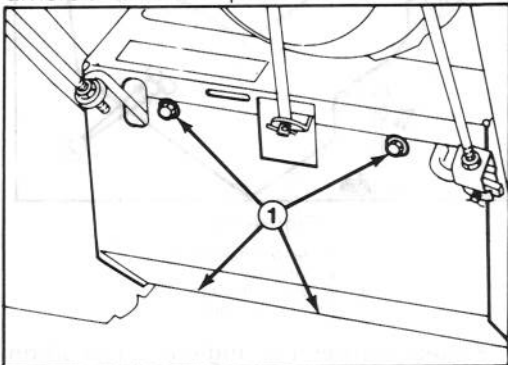

Figure 16
2. Faites basculer la déneigeuse sur son logement de tარიère et bloquez-la pour qu'elle ne puisse pas tomber. Enlevez ensuite les quatre vis taraudeuses qui maintiennent en place la plaque de protection arrière et enlevez cette plaque de la machine (Fig. 16).